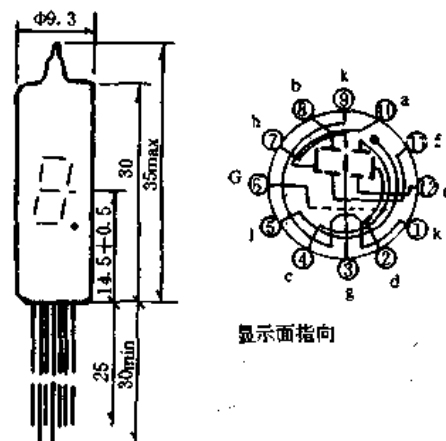

图 31-2
2. YS9-3 型荧光数码管的外形图如图 31-2 所示
①图 31-2 中箭头指向表示显示正面。引脚较长的二极为灯丝,其中靠显示正面的一根为第①脚。
②YS9-3 管各引出脚及符号如表 31-2 所示: